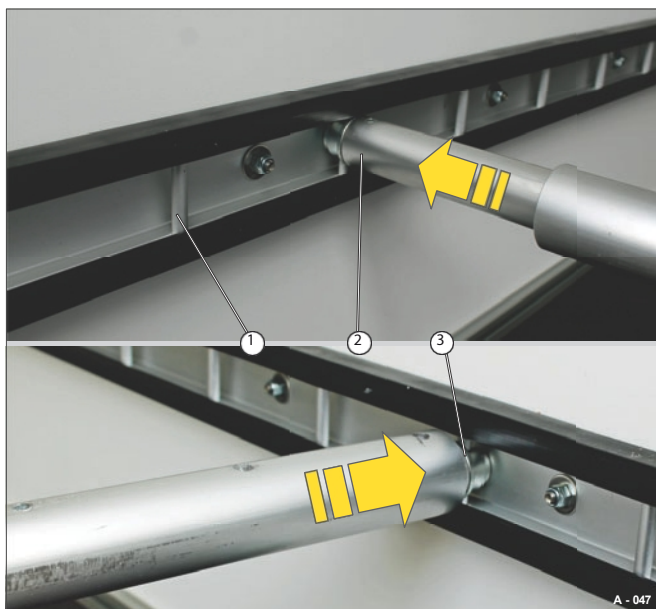

Fig. 47 Colocação da barra de bloqueio
- Colocar a extremidade telescópica (Fig. 47/2) com a cavilha (Fig. 47/3) na barra (Fig. 47/1).